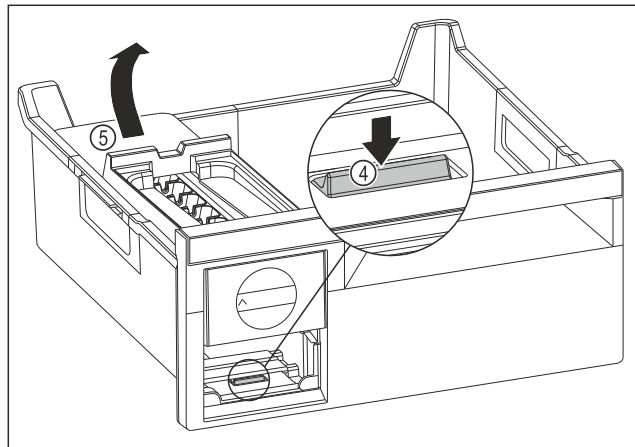

Fig. 91
- ▶ EasyTwist-Ice-Korpus entnehmen: Lasche Fig. 91 (4) mit Finger nach unten drücken und gleichzeitig mit der anderen Hand den EasyTwist-Ice-Korpus Fig. 91 (5) von hinten anheben.